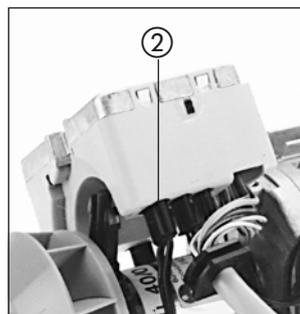

Bild 3
**Glühstift ausbauen** (siehe Bild 3)